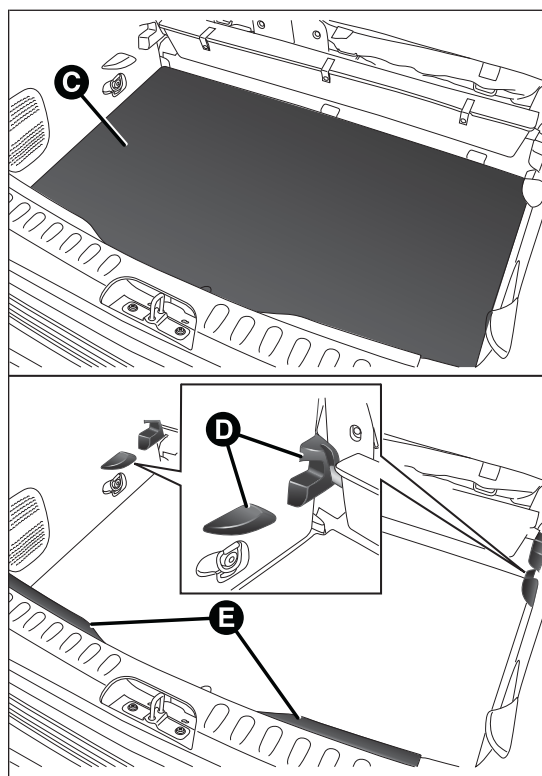

Abb. 94
- Die entsprechenden Gegenstände in den Raum C Abb. 94 laden;
- Danach die Ebene B wieder korrekt in den Aufnahmen D im Abb. 94 an den Seiten und am hinteren Querträger E positionieren.